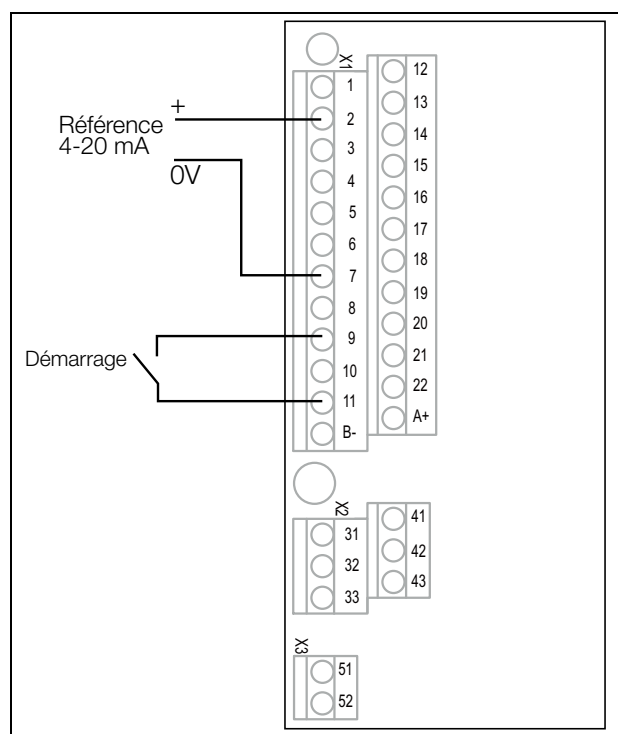

Fig. 74 Câblage
2. Connecter une valeur de référence entre les bornes 7 (Commune) et 2 (AnIn 1) comme illustré à la Fig. 74.
3. Connecter un bouton de démarrage externe entre les bornes 11 (+24 V CC) et 9 (EntDig2, MARCHE D), comme illustré à la Fig. 74.
15. Connecter les entrées/sorties analogiques et numériques conformément à la Fig. 74.